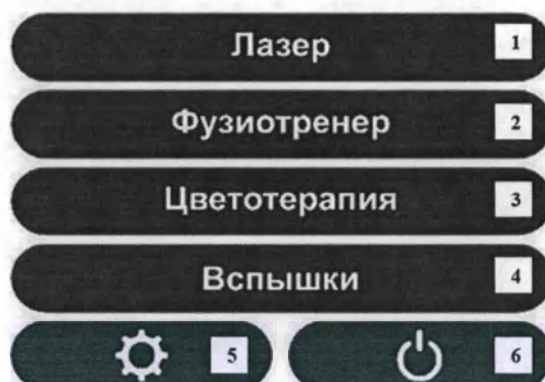

Рисунок 6 – Главное меню программы, где:
4.2.1 Главное меню программы (рисунок 6) включает следующие позиции:
- «Лазер» (рисунок 6 поз. 1);
- «Фузиотренер» (рисунок 6 поз. 2);
- «Цветотерапия» (рисунок 6 поз. 3);
- «Вспышки» (рисунок 6 поз. 4);
- Настройка аппарата: языка меню (программы), яркости дисплея и яркости светодиодов (светодиодной панели) (рисунок 6 поз. 5);
- Выключение дисплея (подсветки дисплея) (рисунок 6 поз. 6).
По истечении времени программы на дисплее появится кнопка «ВЫХОД», при нажатии которой произойдет переход в Главное меню программы (рисунок 6).
Во время работы программы пользователь может принудительно остановить ее, нажав на кнопку «СТОП». Программа остановится и через 2 секунды выведет на дисплей начальный экран – Главное меню программы (рисунок 6).